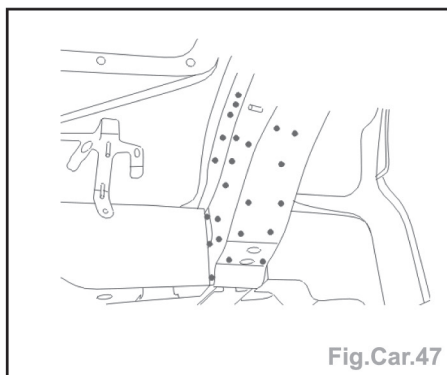

Fig.Car.47
- Souder par points bouchons (Fig.Car.47).